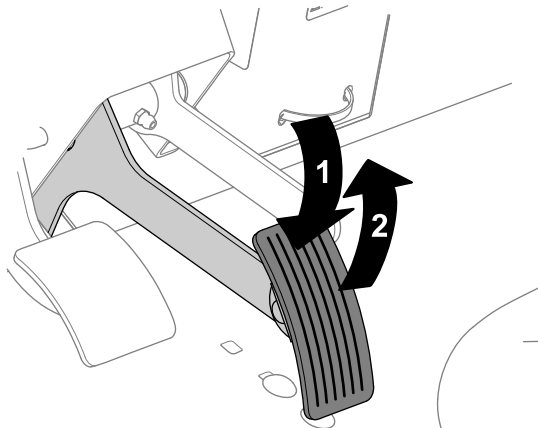

Bild 50
F. Treten Sie auf das Gaspedal (Bild 50).
3. Lösen Sie das Gaspedal (Bild 50).